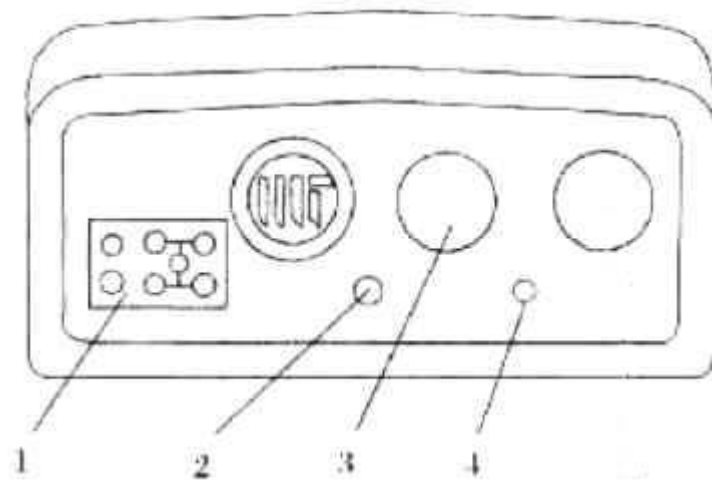

Рис. 2.2. Панель приборов и освещения.
2.2.1. Датчик температуры воды (рис. 2.2., 2.3.)
2.2.2. Включатель освещения (рис. 2.2., 2.3.).
2.2.3. Переключатель сигналов поворота (рис. 2.2., 2.3.) Переключатель сигналов поворота.